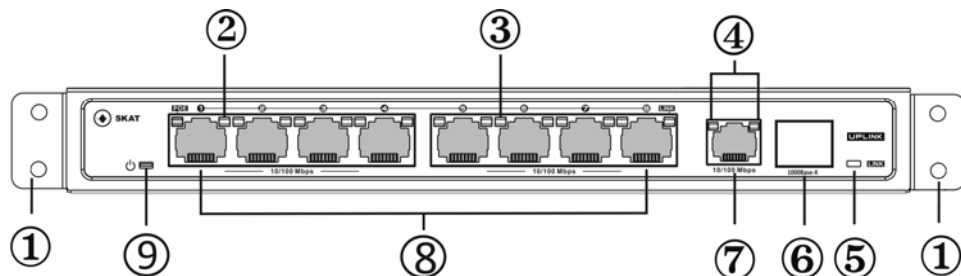

Рисунок 4 – передняя панель коммутатора
- Посредством сетевых кабелей UTP подключите IP-видеокамеры с питанием PoE к портам Ethernet (см. рисунок 4).
- Используйте порт Uplink для подключения к нему коммутатора, компьютера или IP-видеорегистратора сетевым кабелем UTP (см. рисунок 4).
- Используйте порт SFP для подключения к нему компьютера или IP-видеорегистратора по оптоволоконной линии (см. рисунок 4).
- Убедитесь, что изделие перешло на питание от АКБ (РЕЖИМ «РЕЗЕРВ») индикатор «Питание» на коммутаторе (см. рисунок 4) должен светиться;
- Убедитесь в наличии питания на входе коммутатора - индикатор «Питание» (см. рисунок 4) должен светиться (РЕЖИМ «ОСНОВНОЙ»);